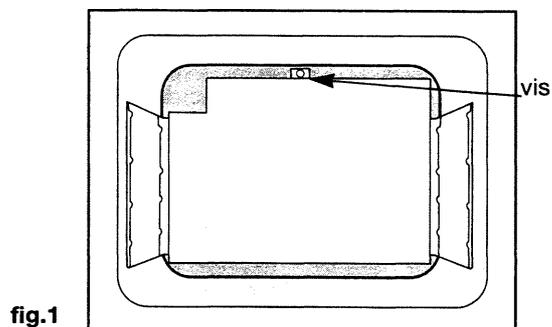

fig.1
1. Dévissez la vis maintenant la paroi arrière de la cavité du four et retirez cette paroi (fig.1).